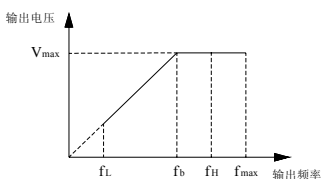

图 F1-1 电压与频率示意图
最大输出频率是变频器允许输出的最高频率, 是加减速时间设定的基准, 如下图所示的 f_{\max} ; 基本运行频率是变频器输出最高电压时对应的最小频率, 一般是电机的额定频率, 如下图所示的 f_b ; 最大输出电压 V_{\max} 是变频器输出基本运行频率时, 对应的输出电压, 一般是电机的额定电压; 如下图所示的 V_{\max} ; f_H 、 f_L 分别定义为上限频率和下限频率, 如图 F1-1 所示:
4. 最大输出频率、上限频率、下限频率的关系如上图 F1-1 所示, 设置时请注意大小顺序。